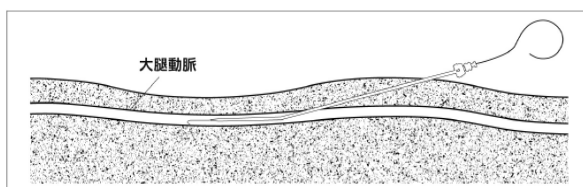

図2. ダイレクション
(7) 出血を手指で抑えながら、バルーン用ガイドワイヤ 0.64mm (0.025inch) × 1500mm を穿刺針のカニューラに挿入する。	(7) 出血を手指で抑えながら、シース用ガイドワイヤ 0.88mm (0.035inch) × 800mm を穿刺針のカニューラに挿入する。
(8) ガイドワイヤが胸部大動脈内まで入ったところで、カニューラを抜去する。	(8) ガイドワイヤが血管内に十分な長さまで入ったところで、カニューラを抜去する。
(9) ガイドワイヤ末端より拡張用ダイレータを挿入し、体表から血管までの組織をダイレーションする。(図 2 参照)	(9) ガイドワイヤ末端よりシース用ダイレータがセットされたシースを挿入し、体表に 2cm 程度残るまで血管内に進める。
(10) ガイドワイヤを残したまま、拡張用ダイレータを抜去する。手指で皮膚を圧迫し、出血を抑える。	(10) シースのみを残し、ガイドワイヤとシース用ダイレータを抜去する。
(11) クランプ等を用いて切開部	(11) バルーン用ガイドワイヤ